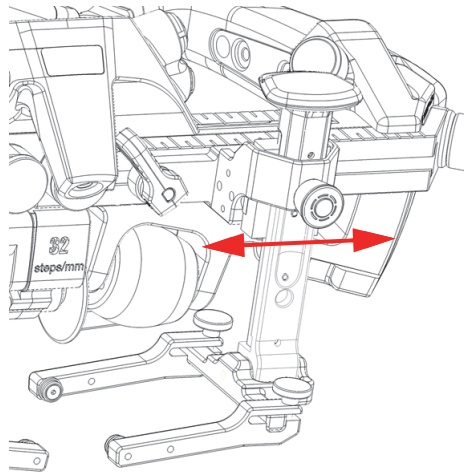

Figura 2-10 Desplazamiento del soporte de sonda
2. Desplace el soporte de sonda a la posición deseada (Figura 2-10 en la página 47).